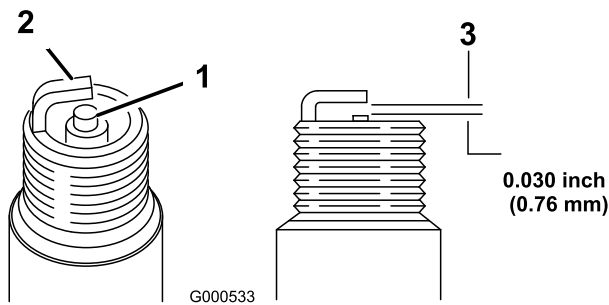

Figura 18
5. Ajuste la distancia entre los electrodos a 0.76 mm (0.03 pulgadas), según se muestra en Figura 18.